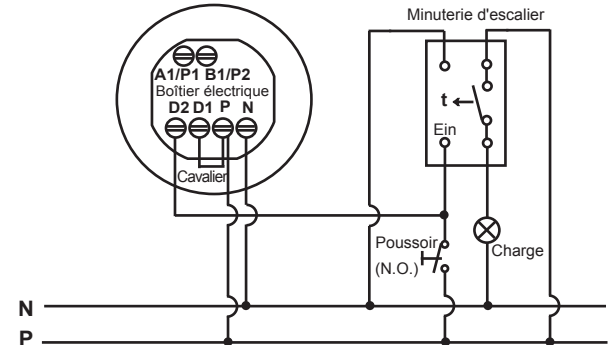

FIG. 5
- Un détecteur contrôle la minuterie d'escalier (positionner le bouton du temps sur $\sqrt{1s}$ L.) (voir FIG. 5).